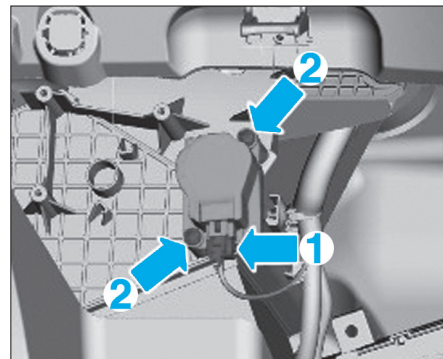

Fig. 39
- Débrancher le connecteur (1) (Fig.39).
- Déposer les vis (2) puis le servomoteur de volet de mélange d'entrée d'air.